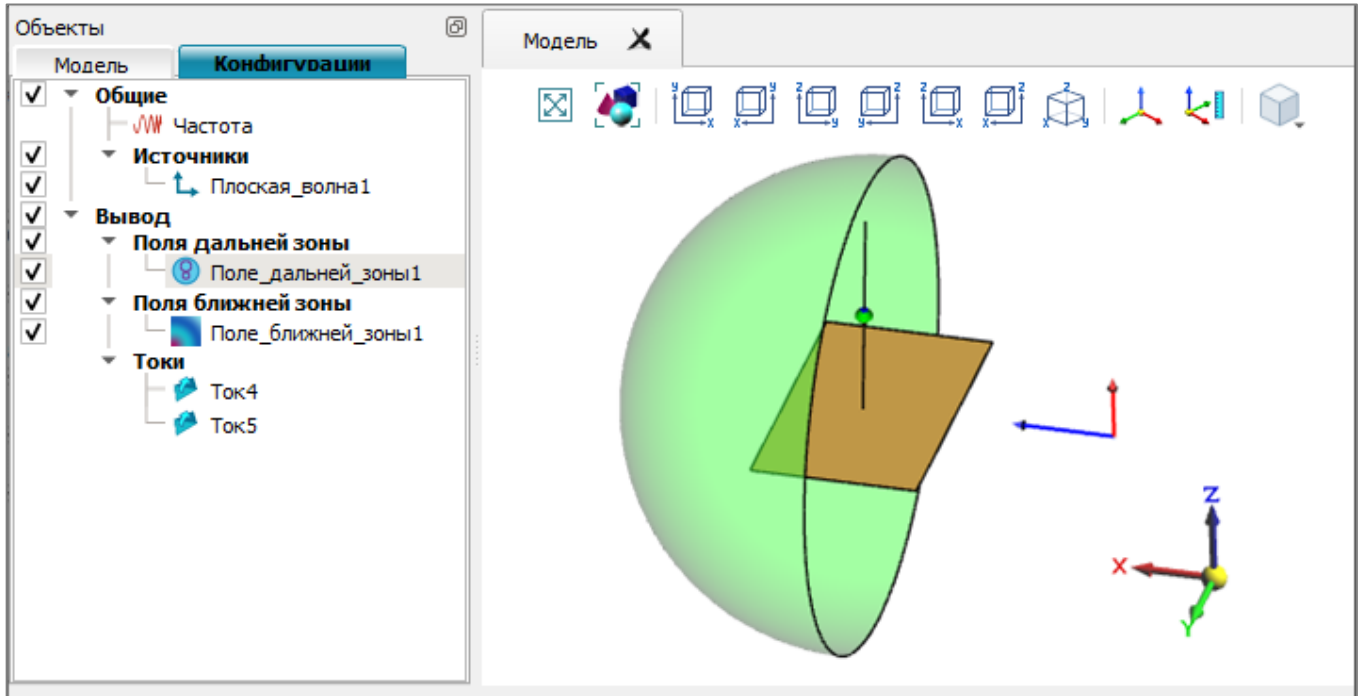

Рис. 99
12.8.4. Нажать кнопку «Создать». Будет создан новый объект *Поле дальней зоны* N и выведен в дереве «Конфигурация» в разделе «Вывод» и в окне визуализации в виде сегмента сферы зеленого цвета (рис. 99).